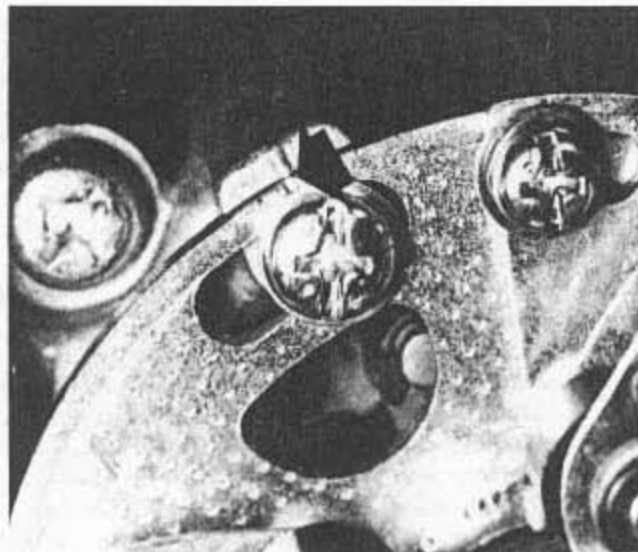

Bild 42
- che durch Längslöcher verlaufen, was eine gewisse Verdrehmöglichkeit der Platte gewährleistet (zwecks Einstellen des Zündzeitpunktes). Bevor man die Schrauben löst und die Platte abhebt, kennzeichne man die Platte und die obere Schraubengussnabe mit einem Körnerpunkt usw., um beim Zusammenbau die ursprüngliche Stellung der Grundplatte wieder aufzufinden (Bild 42). Man vergewissere sich, dass die beiden Körnermarkierungen eng beieinander liegen. Unterbrechergrundplatte abheben und Kabelstrang aus dem Tunnel im Gehäusedeckel herausziehen.